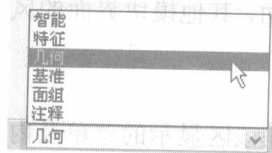

图 1-5 显示可供选择项目
(5) 过滤栏：位于主窗口的右下角，使用该栏相应选项，可以有目的地选择模型中的对象。单击该按钮，打开其下拉列表，显示当前模型可供选择的选项，如图 1-5 所示。